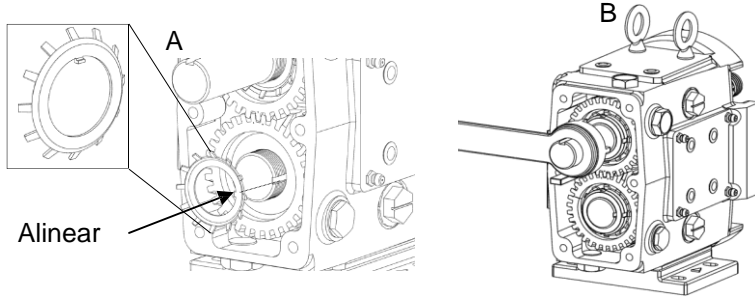

Figura 60: Instalar arandela y tuerca de seguridad
9) Instale las arandelas de seguridad en el eje alineando la pestaña dentro de la arandela de seguridad con la ranura del eje (Figura 60, A). Lubrique las roscas de las tuercas de seguridad y enrósquelas en los ejes. Con una llave inglesa, apriételas al par especificado en la Tabla 6. Use una cuña (de madera o plástico) entre los dientes del engrane para evitar que los ejes giren mientras aprieta las tuercas de seguridad (Figura 60, B).